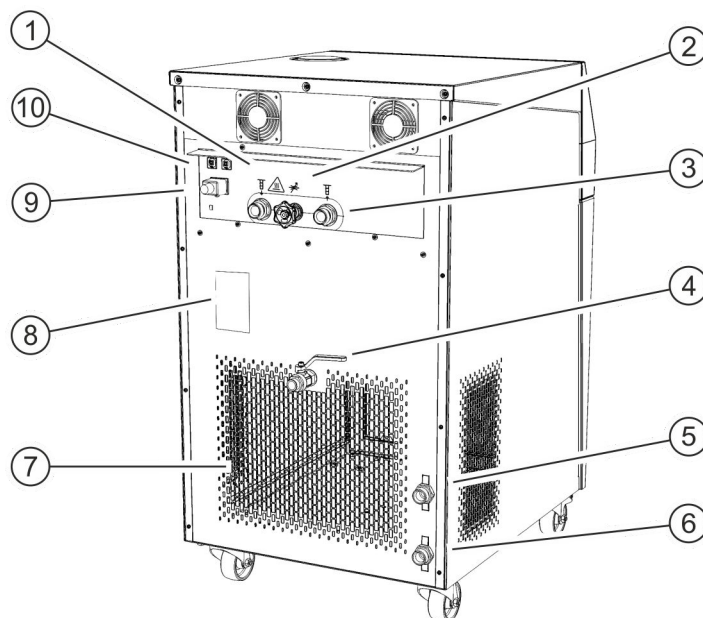

Fig. 6: Parte posterior VC 2000 W
9. **Imagen 6:** La rampa debe quedar pegada al palé. Dos personas deben quedarse con los pies a la derecha e izquierda de los listones de guía de la rampa para asegurarse de que no se resbale. Baje el equipo del palé de transporte con cuidado con la parte frontal por delante ⑪.